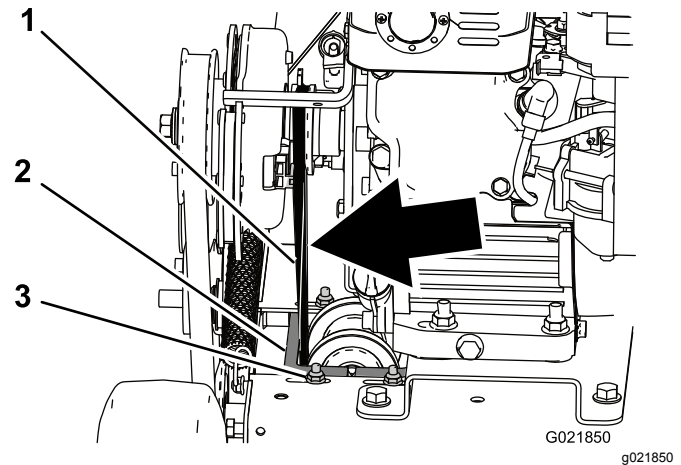

Bild 26
4. Prüfen Sie die Spannung des Riemens. Er sollte sich bei geringem Fingerdruck auf den Bereich über dem Maschinenrahmen höchstens 6 mm durchbiegen (Bild 26).
5. Lösen Sie zum Anziehen des Riemens die 4 Befestigungsmuttern und -schrauben, mit denen der Riemenscheibenträger am Rahmen befestigt ist, und versetzen Sie den Träger nach links, um den Riemen zu spannen; befestigen Sie dann die 4 Befestigungsmuttern und -schrauben (Bild 26).